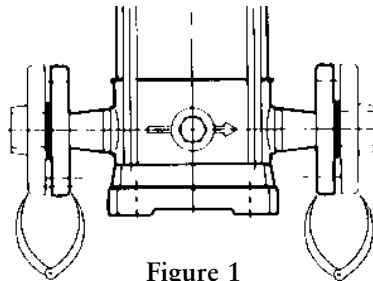

Figure 1
- Pour obtenir de meilleurs résultats, effectuer l'alignement angulaire des brides des orifices d'aspiration et de refoulement à l'aide d'un compas d'épaisseur placé près des trous de boulon (V fig. 1).